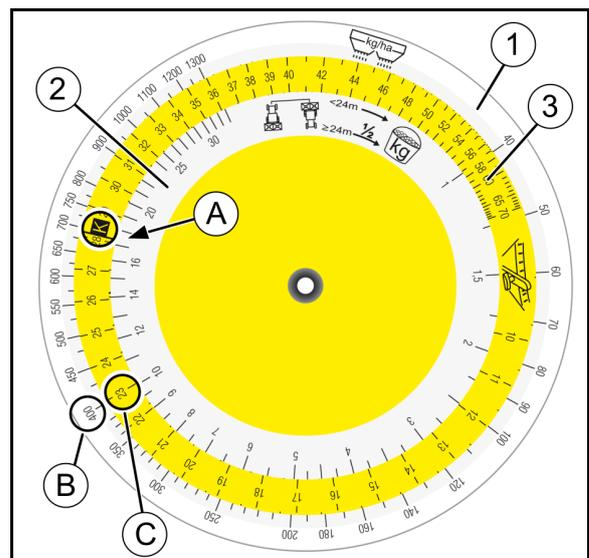

Fig. 59
7. Pegar no disco de cálculo para o dispositivo de calibração. Na escala (Fig. 59/2) referente à quantidade recolhida [kg], procurar o valor numérico "17,5" (A) e sobrepor com a posição seleccionada da corredeira (posição) (B) da escala de cor (Fig. 59/3).
8. Procurar a quantidade dispersada pretendida (400 kg/ha) (C) na escala para a quantidade dispersada (Fig. 59/1) e ler a posição da corredeira necessária (posição) "23" (D).